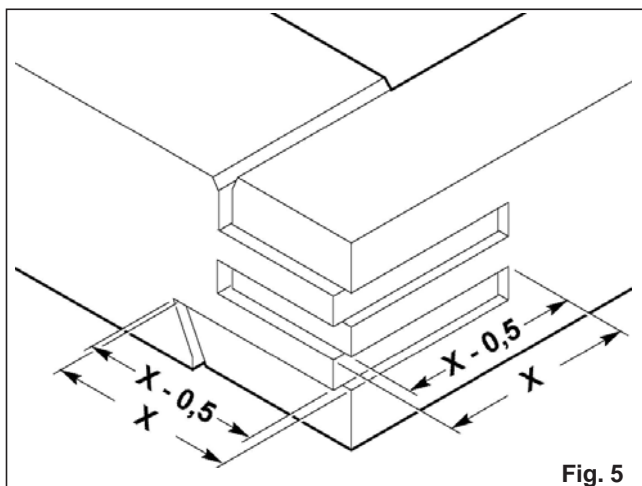

Fig. 5
- justera tappningsdjupet till 0,5 mm mindre än rambredd (fig. 5);
- justera spaltdjupet till 0,5 mm mindre än tvärstyckets bredd (fig. 5);